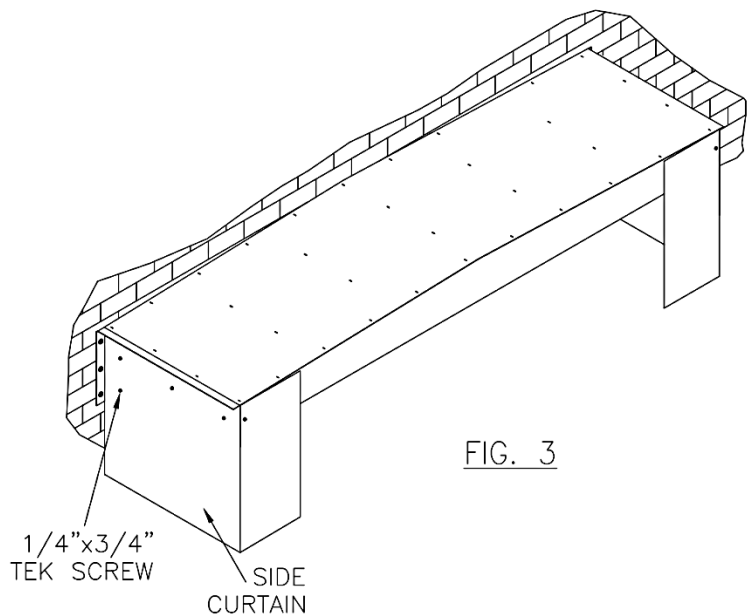

FIG. 3
a. Attach side curtains (Fig. 3).